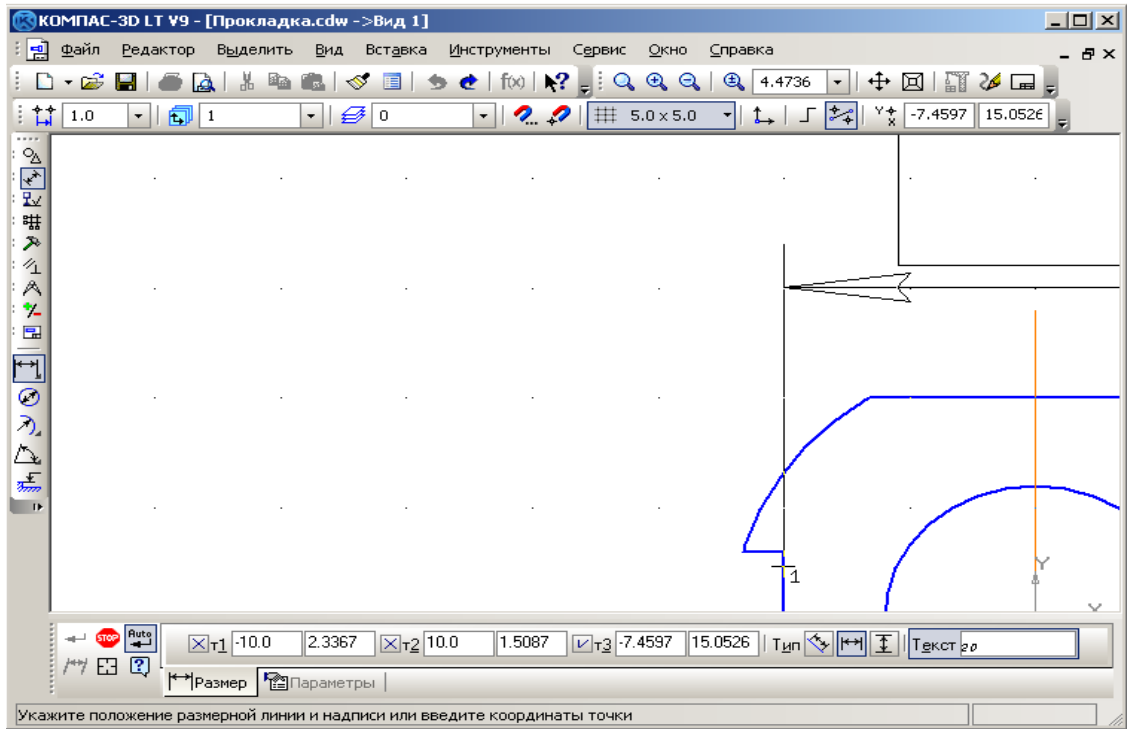

Рис. 16.8. Панель свойств команды **Линейный размер**.
1.3. На инструментальной панели Размеры выберите команду **Линейный размер** с расширенной панелью: . **Панель свойств** команды представлена на рис. 16.8.